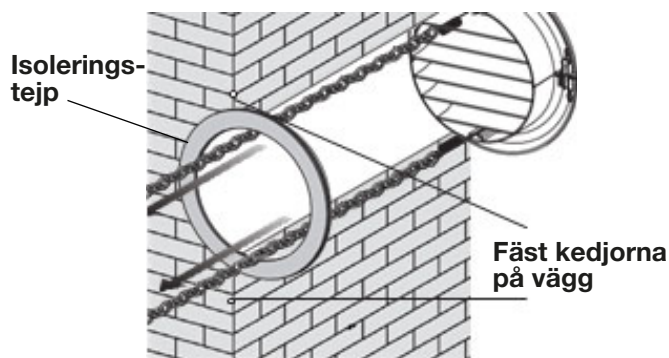

Fig. 7
- Fäst självhäftande isoleringstejp på rörtungorna mot vägg (Fig. 7).